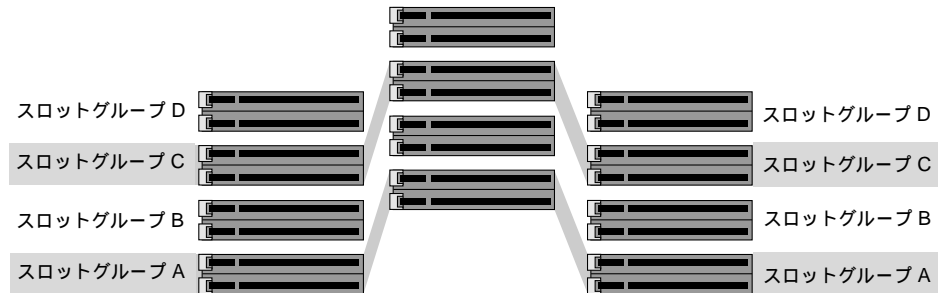

図 3-1 DIMM スロットグループ
- Silicon Graphics 540 Visual Workstation には、A、B、C、および D という 4 つの DIMM (メモリ) スロットグループ (図 3-1) があります。
- 各スロットグループは空にするか、同じタイプと容量の DIMM を 6 個取り付けます (図 3-1)。